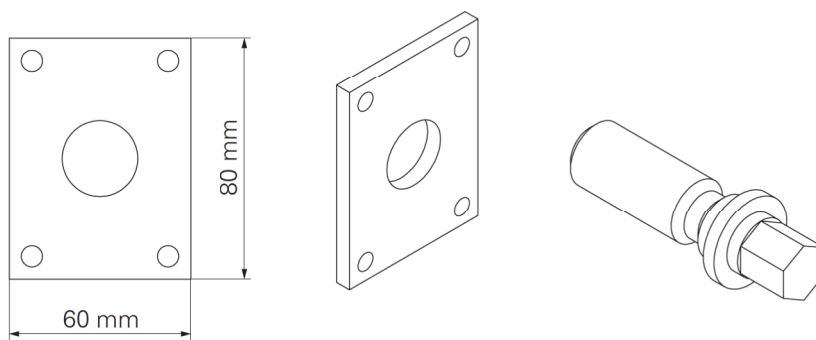

Fig. A2.06
- Piastrina di predisposizione M24 con vite di predisposizione M24 (Fig. A2.06)